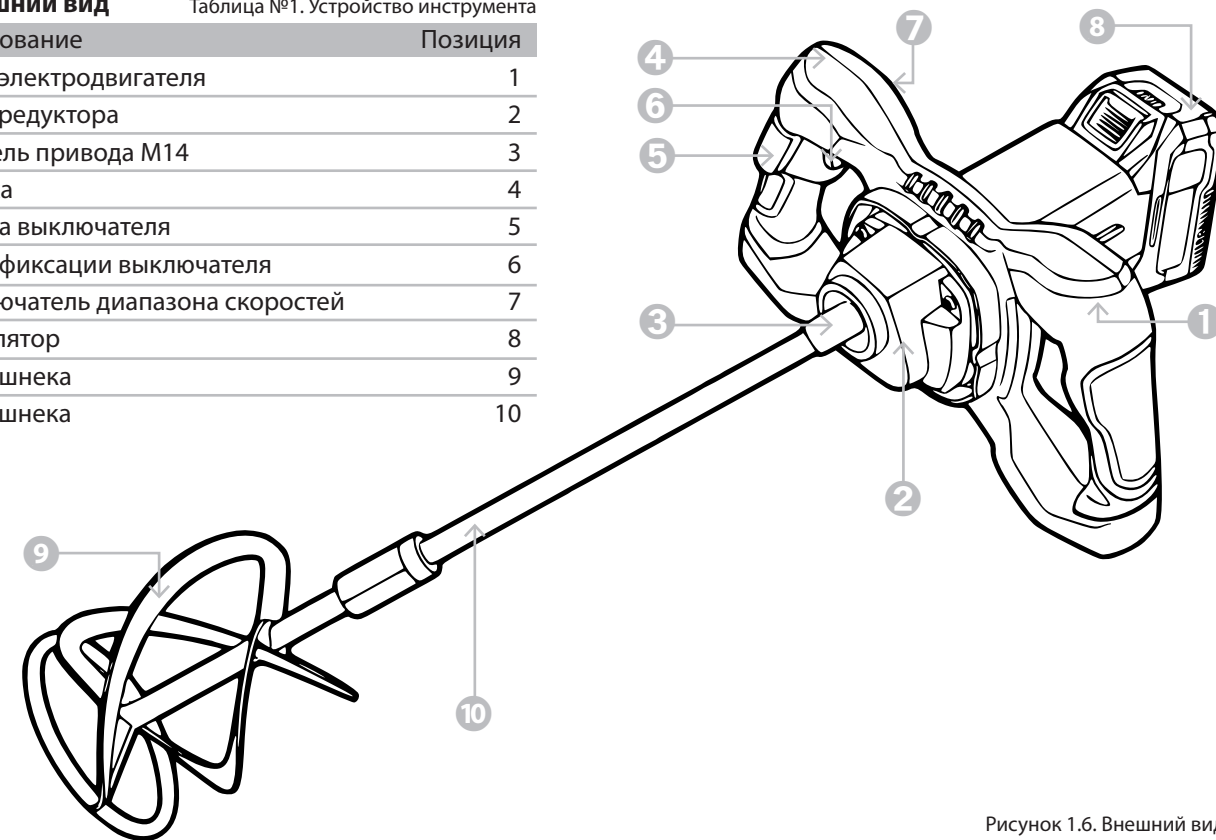

Рисунок 1.6. Внешний вид
- Менять установку переключателя 7 (рисунок 1.6.) можно лишь после полной остановки шпинделя.